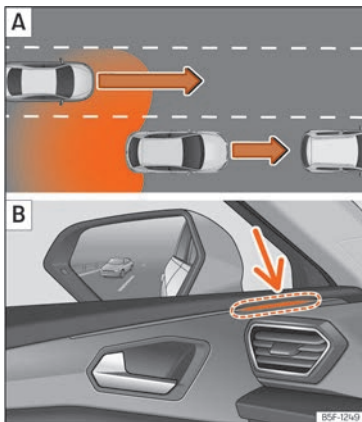

Abb. 190 Schematische Darstellung: **A** Überholvorgang mit Verkehr im hinteren Bereich. **B** Anzeige des Spurwechselassistenten an der Kontrollleuchte links.
In nachfolgenden Situation wird die Anzeige in der Kontrollleuchte »» **Abb. 190 B** [Pfeil] oder »» **Abb. 191 B** [Pfeil] dargestellt:
- Bei einer Überholung durch ein anderes Fahrzeug »» **Abb. 190 A**.